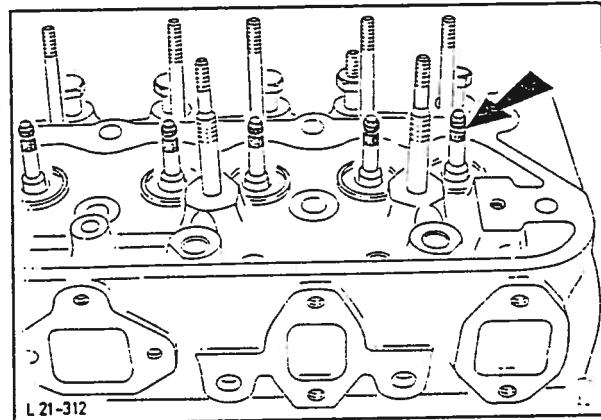

Fig. 123 Montering av limbånd på ventillåsenes spor.
11. Påfør olje på ventilene og i ventilstyringer. Monter ventilene og nedre fjærholdere. Monter limbånd rundt ventillåsenes spor på ventilstammene, fig. 123.